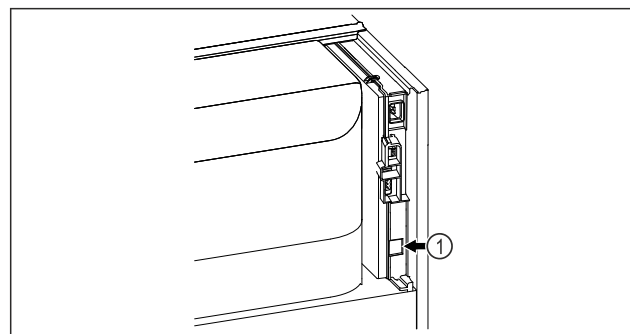

Fig. 83
- ❑ Se utiliza SmartModule Fig. 83 (1).